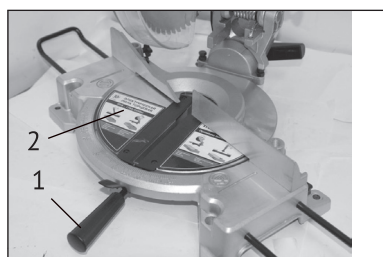

рис.7
-для установки угла поворота ослабьте фиксирующую рукоятку поворотного основания (рис.7 поз.1);
-установите необходимый угол распила и надёжно затяните фиксирующую рукоятку поворотного основания (рис.7 поз.1).